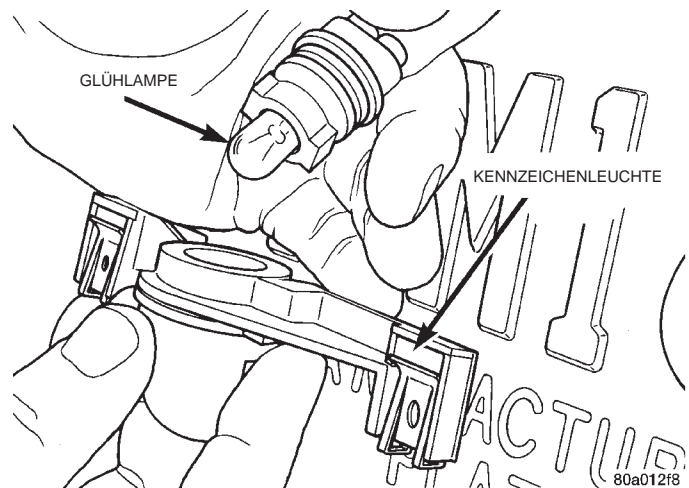

Abb. 8 Glühlampe der Kennzeichenleuchte
- (1) Die Schrauben lösen, mit denen die Kennzeichenleuchte an der hinteren Stoßfängerverkleidung befestigt ist.
- (2) Kennzeichenleuchte von der Stoßfängerverkleidung abnehmen.
- (3) Lampenfassung eine Viertelumdrehung nach links drehen.
- (4) Lampenfassung von der Rückseite der Leuchte abnehmen (Abb. 8).
- (5) Glühlampe aus der Fassung ziehen.